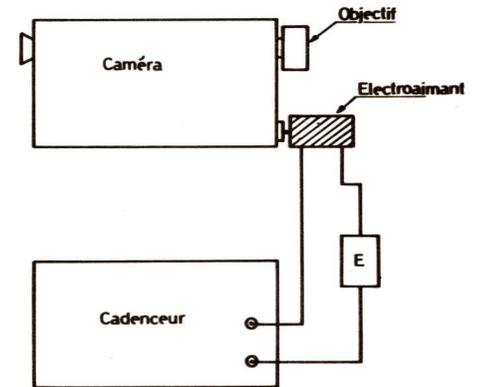

Figure 14
On équipe la caméra d'une électro-aimant à noyau plongeur (2), commandant un déclencheur souple ou même se fixant directement à sa place. Le montage à réaliser est celui de la figure 14, où E est la source de courant actionnant l'électro-aimant.
(1) Voir notamment le récent ouvrage « Construisez vos alimentations », en vente à la Librairie Parisienne de la Radio.
(2) On peut trouver différents modèles d'électro-aimants à noyau plongeur chez Radio-Relais.